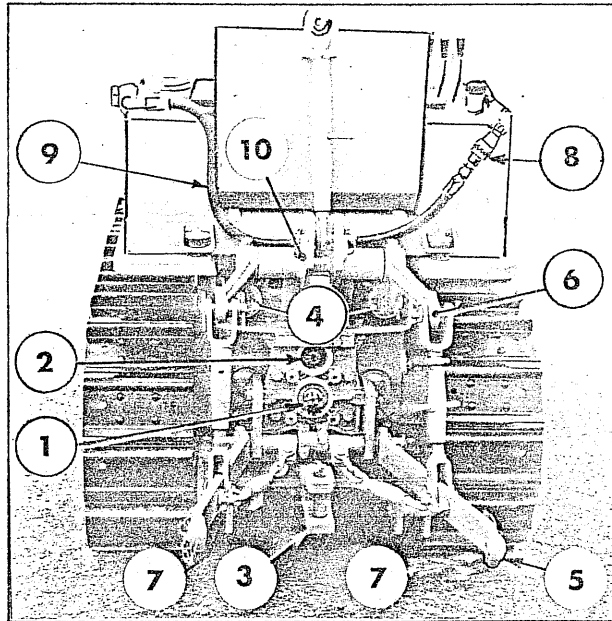

fig. 5
La presa di forza normale (1 fig.5) ruota in senso orario a: 632 giri/1', con motore a regime di potenza max.
La presa di forza veloce (2 fig.5) ruota in senso antiorario alla stessa velocità del motore e serve per applicazioni speciali richiedenti una elevata velocità.
Per il traino degli attrezzi é prevista una barra di traino a forcella (3 fig.5) imperniata anteriormente sotto il corpo trattatrice sostenuta posteriormente da una traversa . La barra di traino é libera di ruotare sulla traversa in senso orizzontale ,per adattarsi alle condizioni d'attacco degli attrezzi. Può essere fissata nella posizione voluta , mediante apposita spina in dotazione.
- due martinetti a doppio effetto (4 fig.5) per l'azionamento dei bracci sollevatore. -
Lo sforzo massimo sollevabile all'estremità dei bracci (6 fig. 5) del sollevatore in senso verticale é di Kg. 4000.